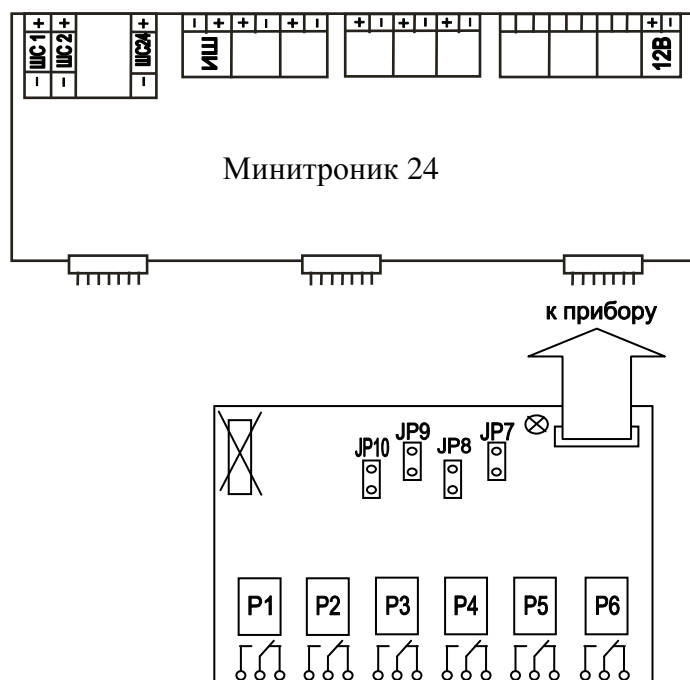

Рис.1. Подключение модуля управления ПР-2 к прибору «Минитроник 24».
5.2. Закрепить модуль рядом с ПКП и подключить с помощью плоского кабеля к разъему расширения ПКП, как показано на рис.1. Установить один из 16 алгоритмов работы с помощью 4 джамперов (перемычек) на плате модуля. В табл.1 Приложения 1 указаны установки джамперов и соответствующие им алгоритмы работы, которые поясняются также рис.1.1- 8.2 Приложения 2.